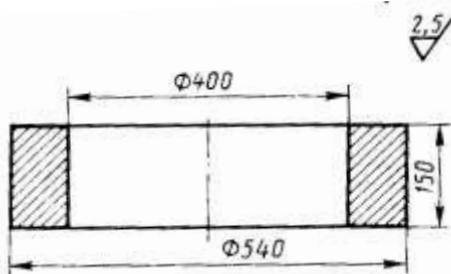

Рис. 26
2. Разработайте процесс изготовления поковки детали (рис. 26) методом ковки на паровоздушном ковочном молоте. При выполнении работы следует: описать сущность процесса ковки и указать области ее применения; изобразить схему молота и описать его работу; установить температурный интервал ковки, вид нагревательного устройства и привести схему печи; составить чертеж поковки, определив ее массу; привести эскизы переходов ковки и применяемого инструмента; с учетом технологических отходов определить объем, массу и длину исходной заготовки, указать способ ее получения; описать механизацию процесса ковки. Материал детали – сталь 45.